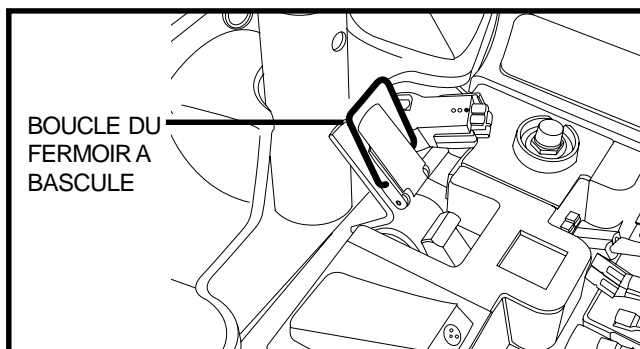

Figure 22. Fermail à bascule
2. Basculez la boucle du fermail par dessus le fermail. Voir la figure 22.